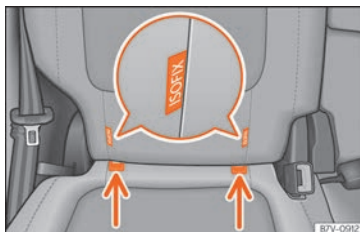

Fig. 39 Version 2 : identification des points d'ancrage du siège pour enfant sur le siège du véhicule.
- Encastrez le siège pour enfants dans les anneaux de retenue » » **fig. 39**, dans le sens de la flèche. Le siège pour enfants doit s'encastrer de manière sûre et audible.
- Placez le siège pour enfants sur la banquette et fixez les crochets des ceintures de fixation dans les anneaux de retenue » » **fig. 39**.